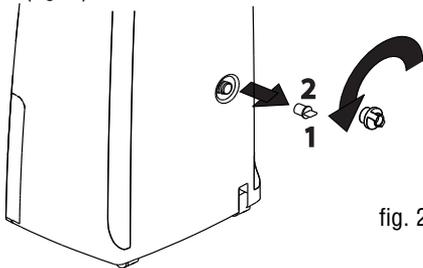

fig. 2
- 1) Desaperte o tampão de protecção 1 rodando-o no sentido contrário ao dos ponteiros do relógio e retire o tampão de borracha do bico 2 (fig. 2)